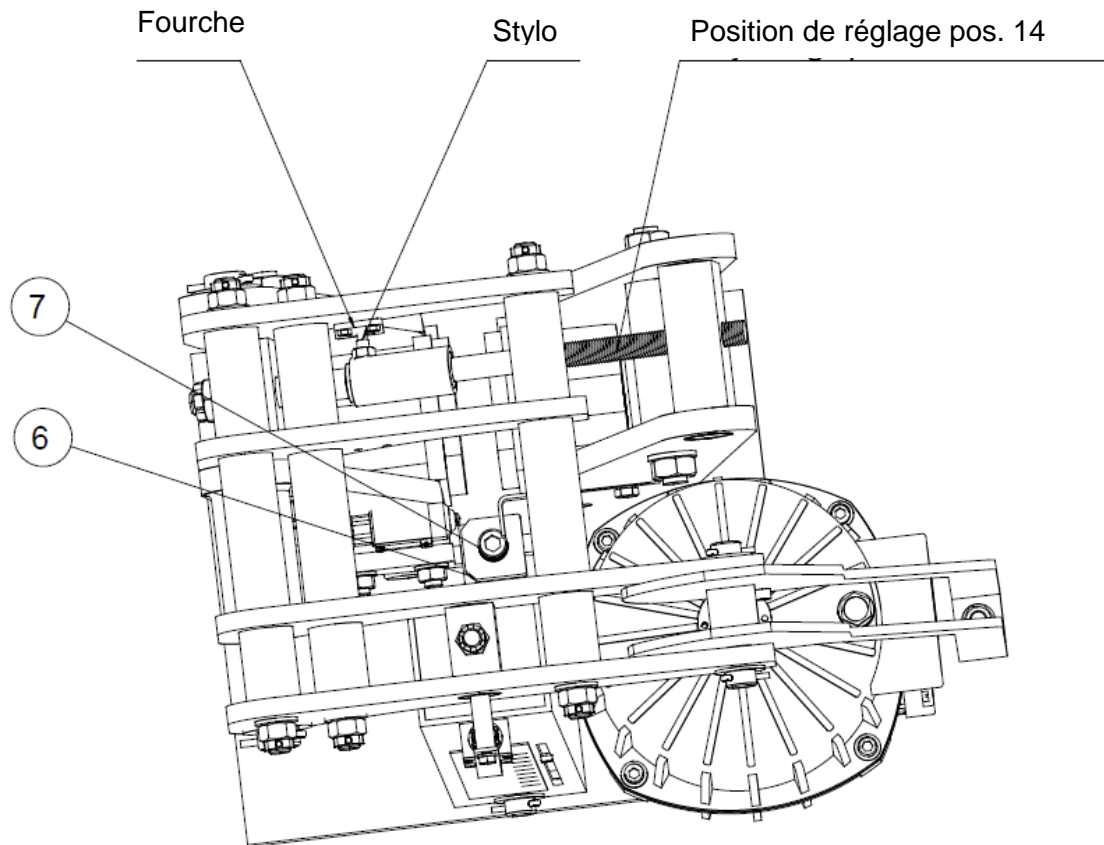

Fig. 8.3
Il existe deux versions pour ce type de pince. La version FEM avec compensation manuelle de l'usure des garnitures de frein et la version FEA avec compensation automatique de l'usure des garnitures de frein. La version FEA est clairement reconnaissable. La tige de réglage (rep. 14) a une goupille sur le côté, voir figure 8.3.
- Desserrer la fourche Fig. 8.3 et tourner la tige de réglage (rep.14) jusqu'à ce que vous ayez suffisamment d'espace libre pour monter les nouvelles garnitures de frein.
- Remonter la fourche Fig. 8.3 et activer le frein plusieurs fois. Le système de compensation automatique va démarrer et ajuster l'entre-fer des garnitures de frein d'environ 2 mm.